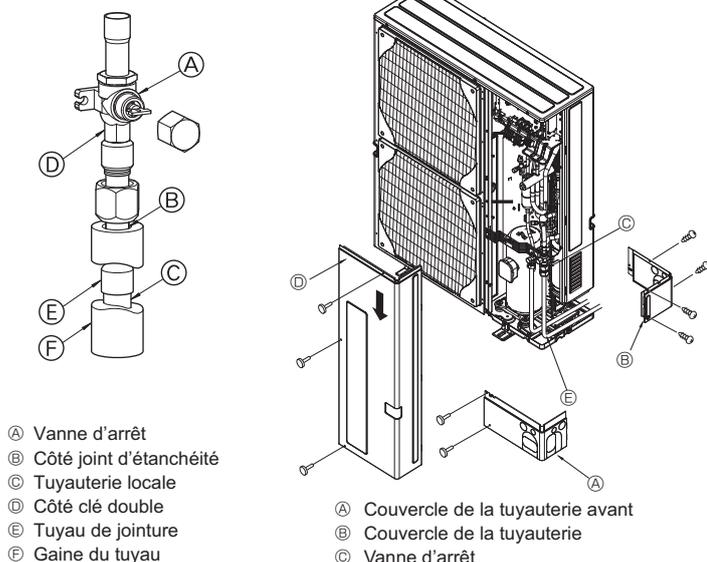
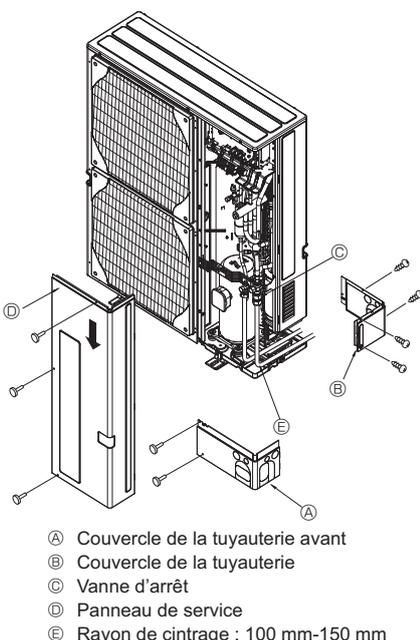

Fig. 4-3
Fig. 4-4
- Respecter la procédure suivante pour le raccordement des tuyaux côté gaz. (Fig. 4-3) (SHW230)
- Braser le tuyau de jointure (E) fourni pour l'appareil extérieur à l'aide du matériel de brasage acheté auprès d'un revendeur local et du tuyau local (C) sans oxygène.
- Connecter le tuyau de jointure (E) à la vanne d'arrêt côté gaz. Utiliser deux clés pour serrer le raccord conique.
4.3. Mise en place des tuyaux de réfrigérant (Fig. 4-4)